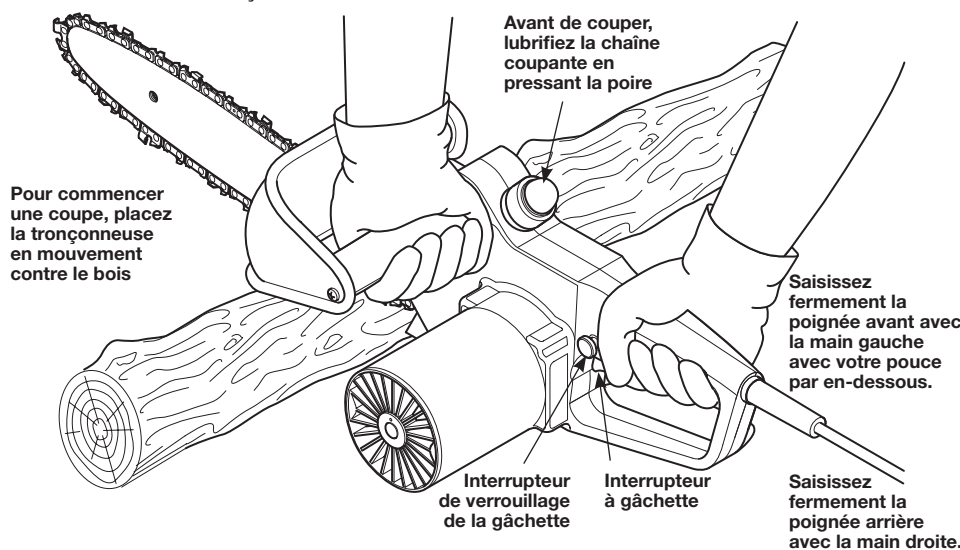

Fig. 8 Procédure sécuritaire pour couper une bille avec la tronçonneuse
3. Saisissez fermement les deux poignées de la tronçonneuse avec les pouces et les doigts. Tenez fermement la poignée avant avec la main gauche avec votre pouce par en-dessous. Servez-vous de votre main droite pour tenir fermement la poignée arrière (Fig. 8).
5. Quand vous êtes prêt à couper, appuyez sur l'interrupteur de verrouillage de la gâchette avec votre pouce droit tout en pressant la gâchette avec les doigts de la main droite (Fig. 8). Ceci allumera immédiatement la tronçonneuse. Relâchez la gâchette l'éteint.
7. Pour commencer à couper, placez la chaîne coupante en mouvement contre le bois (Fig. 8). Maintenez la tronçonneuse bien en place pendant toute la coupe à travers la bille. Ceci contribuera à empêcher un éventuel rebond ou glissement ou les mouvements latéraux de la bille.